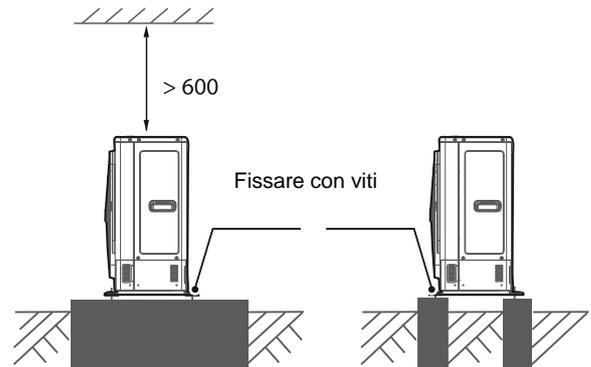

Fig. 3-10
- Costruire una fondazione in cemento secondo le specifiche per le unità esterne. (Vedi fig. 3-10).
- Fissare i piedi dell'unità bene con viti per evitare che si ribalti in caso di terremoto o vento forte. (Vedi fig. 3-10.)